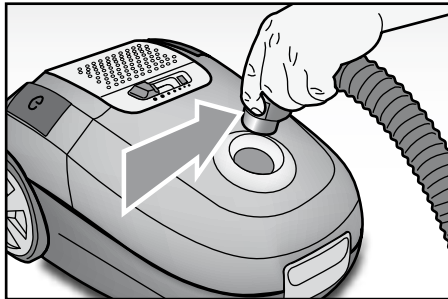

Fig. 2
- Inserire il manicotto (10) nell'apertura di entrata dell'aria (5) e premerlo finchè non si blocca a scatto. Per rimuoverlo, è necessario premere contemporaneamente i due pulsanti di sblocco (12) ed estrarlo (Fig. 2).